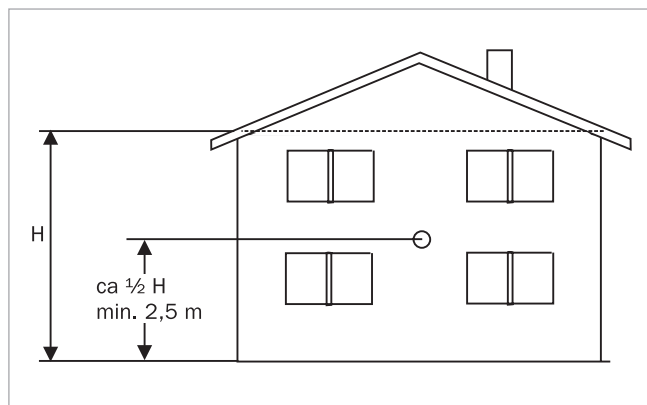

Fig. 28: Posizione del sensore esterno
- Prevedere a metà altezza della facciata, ma comunque ad almeno 2,5 m di altezza (vedi → fig. 28).